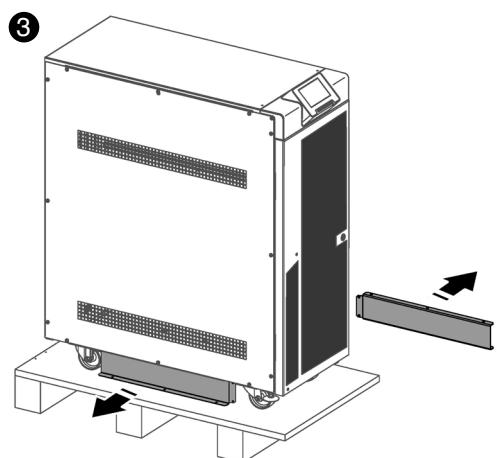

Fig. 24. Extraction des guides pour faciliter la descente de l'équipement de sa palette.
- 3 Dévissez les guides de part et d'autre de la base de l'équipement fourni pour faciliter la descente de l'équipement (Fig. 24).